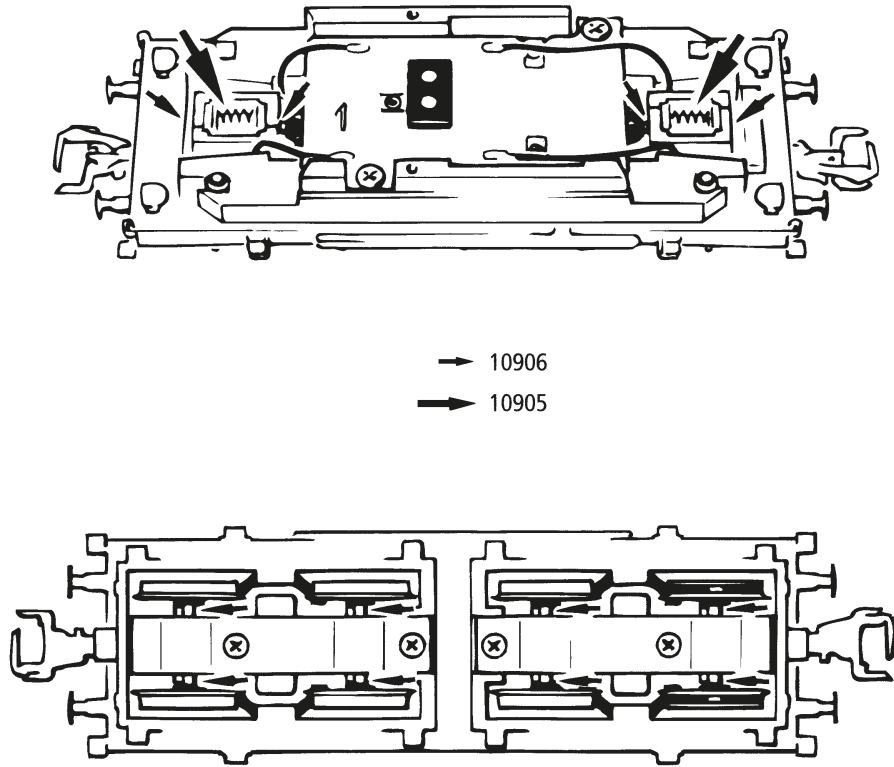

Fig. 8
**3. Lämpchenwechsel:** Bitte nehmen Sie zuerst das Lokgehäuse bzw. das Tendergehäuse ab (Fig. 4). Danach können Sie die **Lämpchen** wechseln (Fig. 8).
**3. Change of lights:** First remove loco body and the tender body (Fig. 4) and then change lights (Fig. 8).
**3. Remplacement des ampoules:** Veuillez démonter d'abord la caisse de votre locomotive et la caisse du tender (Fig. 4) puis vous pouvez **échanger les ampoules** (voir Fig. 8).